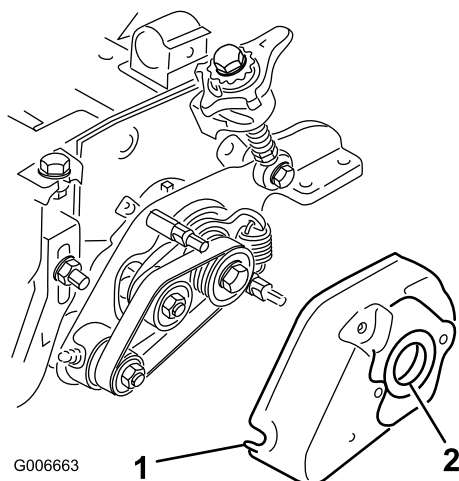

図 29
35. グルーマカバーを取り付けて 5/16 in フランジナット2個で固定する図 29。
内側に薄くグリスを塗る 図 29。